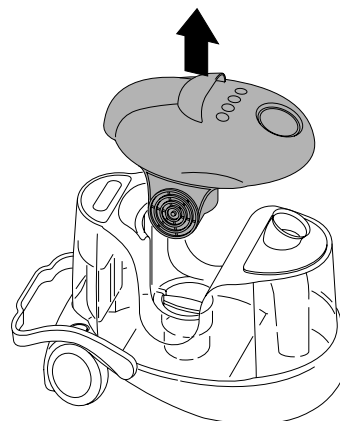

fig. 2
- Retirar a cabeça do motor F (fig. 2).